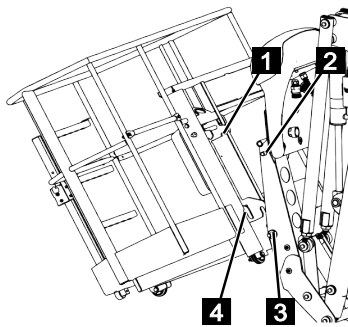

Fig. 102
2. Enfoncer la nacelle de travers avec la fixation (Fig.102/4) des deux côtés sur la goupille (Fig.102/3).
3. Pousser la nacelle vers la machine et la déposer avec les fixations (Fig.102/1) sur les goupilles (Fig.102/2).